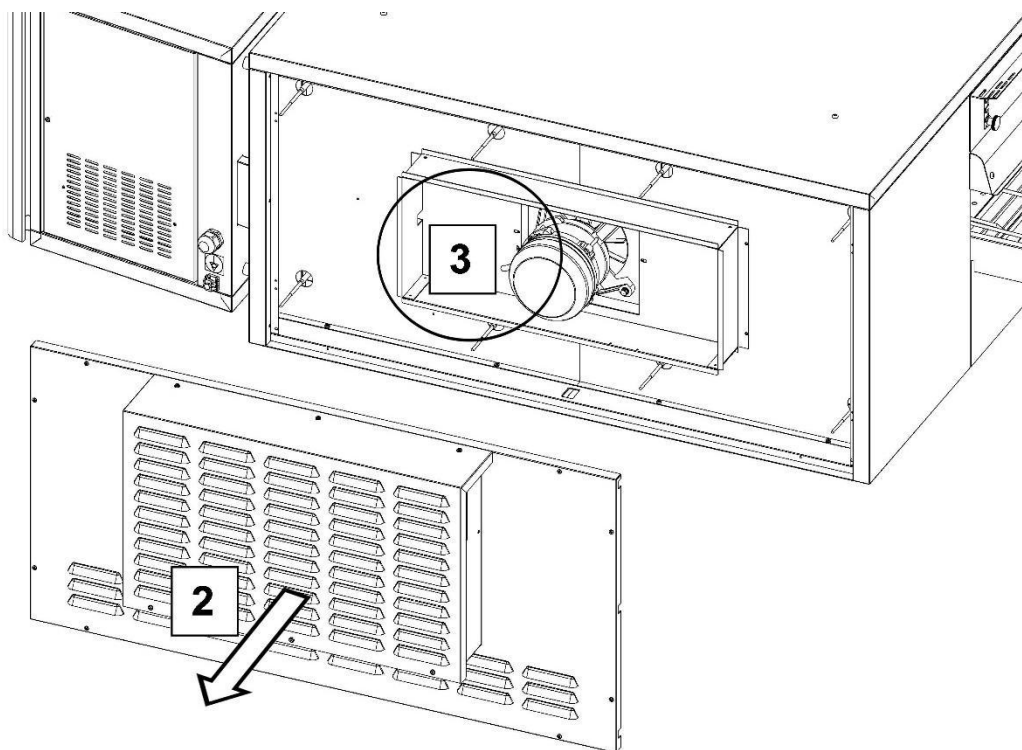

Рис.5
2. Снимите заднюю панель и отсоедините электрические соединения вентиляторов охлаждения, расположенных в верхней части панели. (рис. 5).
3. Отсоедините электрический штекер вентиляционного двигателя (рис. 5, область 3).
5. Снимите удерживающие пластины и изоляционный материал (рис. 5).
Нажатие на значок «Двигатель» (рис. 4) открывает меню для изменения типа двигателя (1-2-3-4). Нажмите и прокрутите диск по часовой стрелке или против часовой стрелки, чтобы изменить настройку (рис. 5).